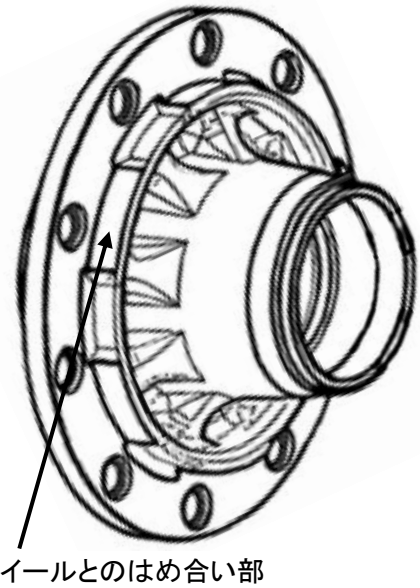

図6. ISO方式ホイール・ナット用ハブ
- 3) ホイール・ナットにISO方式を使用しているハブにあっては、ホイールとのはめ合い部に摩耗等の異状はないか、特にホイール取付け状態にガタ等の異状がないか目視により点検する。(図6)